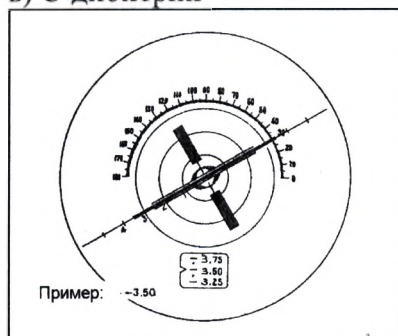

Рис.9.
Продолжайте вращение измерительной ручки (8) в том же направлении (при этом происходит расплывание коротких полос перекрестия) до точки наибольшей четкости длинных полос. Одновременно с этим вращается вытянутый цилиндр визирной метки. В этой точке прочитайте значение в диоптриях (см. рис.9). Величина С есть разница между считанным значением в диоптриях и величиной S, полученной ранее.
Пример измерения: ось 30° (см. рис.9). Этот угол также виден на угловой шкале (9-а) колеса оси (9).